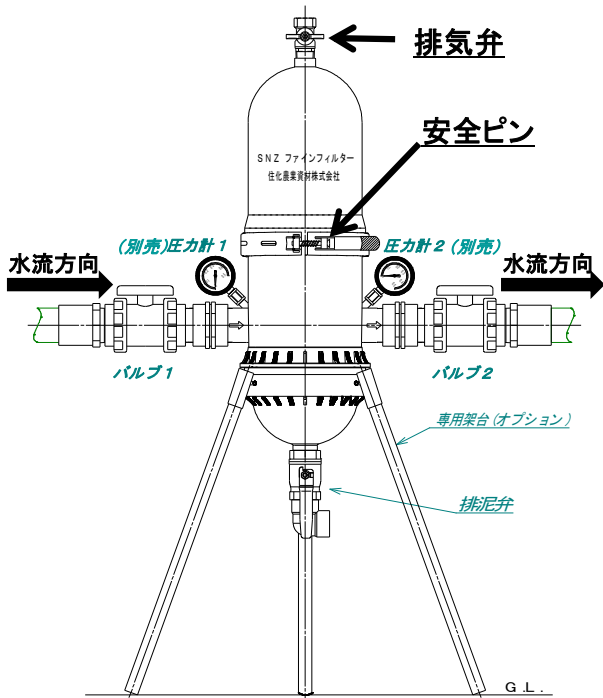

図1. ファインフィルター取付方法
- 2) 必ずフィルターの排気弁が上向き(ハウジングの印刷文字が読める方向)になる様に取付けてください。(図1)
- 1) バックルに安全ピンが確実に挿入されていることを確認してください。(図1)
- 2) バルブ1を閉めた状態で、送水ポンプを起動してください。(図1)
- 3) 排気弁を開いた状態で、バルブ1をゆっくり開き、フィルタ内部に通水してください。(図1)
圧力計1にて適正使用圧力(1.0MPa(10.2kg/cm2)以下)であることを確認してください。(図1)
- 5) バルブ2を開き、2次側に送水してください。(図1)